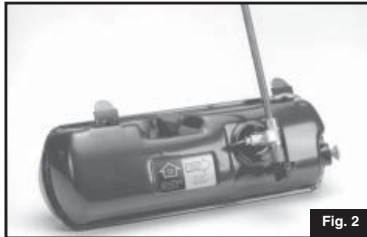

Fig. 2
- Coloque el tanque sobre una superficie nivelada en el ángulo que se muestra. (Fig. 2)